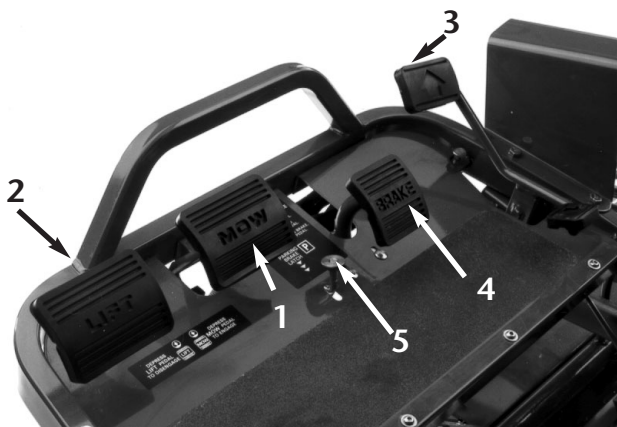

Fig. 11
**PEDALE DI TOSATURA** (Fig. 11)—Premete A FONDO il pedale di tosatura durante il lavoro per abbassare gli apparati di taglio ed avviare i cilindri. Il pedale di tosatura rimane abbassato, quindi non c'è bisogno che l'operatore tenga il piede sul pedale.
**PEDALE DEL FRENO** (Fig. 11)—Il pedale del freno aziona, su ogni ruota di trazione, un freno meccanico a tamburo del tipo per automobili.
**PEDALE DI SOLLEVAMENTO** (Fig. 11)—Premere il pedale di sollevamento durante l'operazione per arrestare i cilindri e sollevare le unità falcianti. Premere A FONDO il pedale di sollevamento fin quando le unità falcianti sono completamente sollevate ed hanno smesso di girare.
**PULSANTE DEL FRENO DI STAZIONAMENTO** (Fig. 11)—Premere il pedale del freno per azionare il freno, quindi premere il pulsante del freno di stazionamento per tenere innestati i freni quando la macchina è stazionaria. Per disinnestare, premere il pedale del freno. E' bene abituarsi a bloccare il freno di stazionamento prima di lasciare la macchina.
**PEDALE DELLA TRAZIONE** (Fig. 11)—Il pedale della trazione fa spostare in avanti, indietro, o fermare, la macchina. Premere la parte superiore del pedale per fare marcia avanti, e la parte inferiore per la retromarcia. Per fermare la macchina lasciate che il pedale ritorni in folle. Non appoggiate il tallone sulla